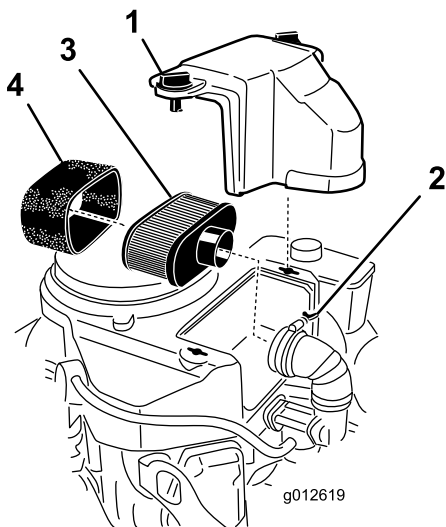

Figure 25
3. Nettoyez la surface autour du filtre à air pour éviter que des impuretés n'endommagent le moteur en tombant à l'intérieur (Figure 25).
4. Dévissez les boutons du couvercle et déposez le couvercle du filtre à air (Figure 25).
5. Dévissez le collier et déposez le filtre à air (Figure 25).
6. Sortez délicatement l'élément en mousse de l'élément en papier (Figure 25).
1. Nettoyez l'élément en papier en le tapotant pour faire tomber la poussière. S'il est très encrassé, remplacez-le par un neuf (Figure 25).
1. Glissez délicatement l'élément en mousse sur l'élément en papier (Figure 25).
2. Posez l'ensemble filtre à air sur sa base ou sur le flexible et fixez-le en position (Figure 25).
3. Mettez le couvercle du filtre en place et serrez les boutons (Figure 25).